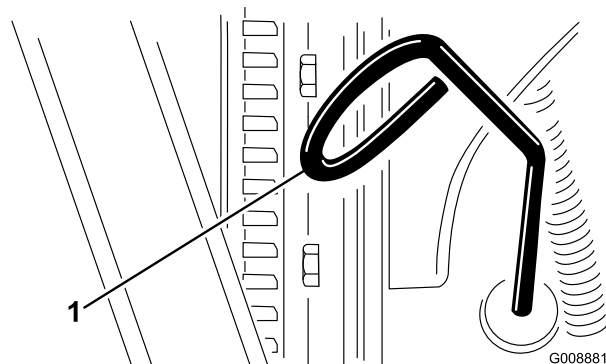

Figura 61
3. Retire la varilla (Figura 61) y límpiela con un paño limpio.